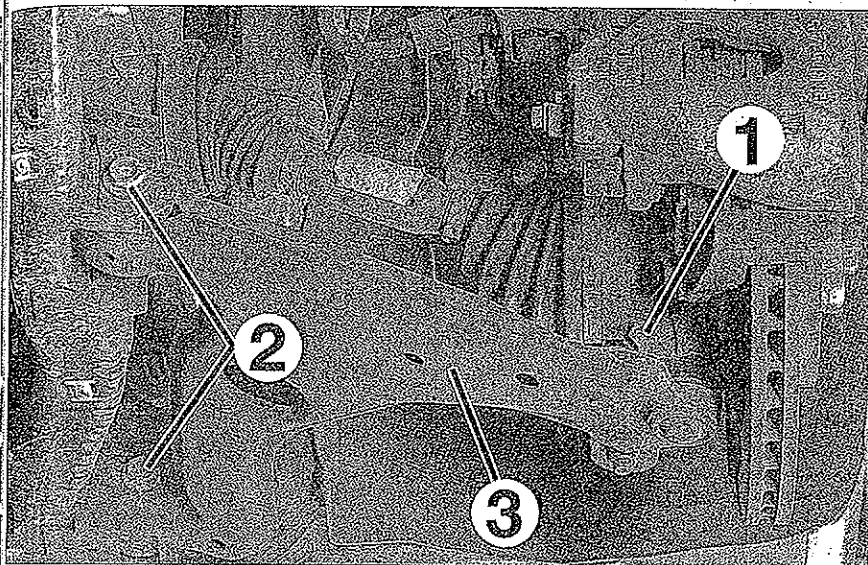

FIG. 10
- Desmontar el perno de sujeción (1) de la rótula inferior y extraerlo de la mangueta.
- Desmontar los tornillos de fijación (2) del triángulo (3) en la cuna y desmontarlo (fig. 10).